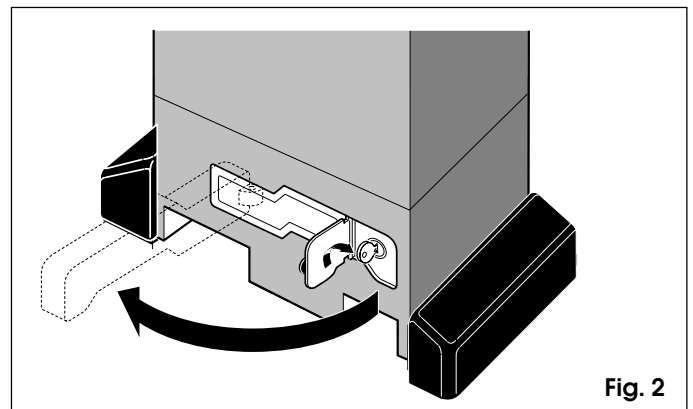

Fig. 2
- 2) Giren la llave en sentido horario y tiren de la palanca de desbloqueo como se indica en la Fig. 2.